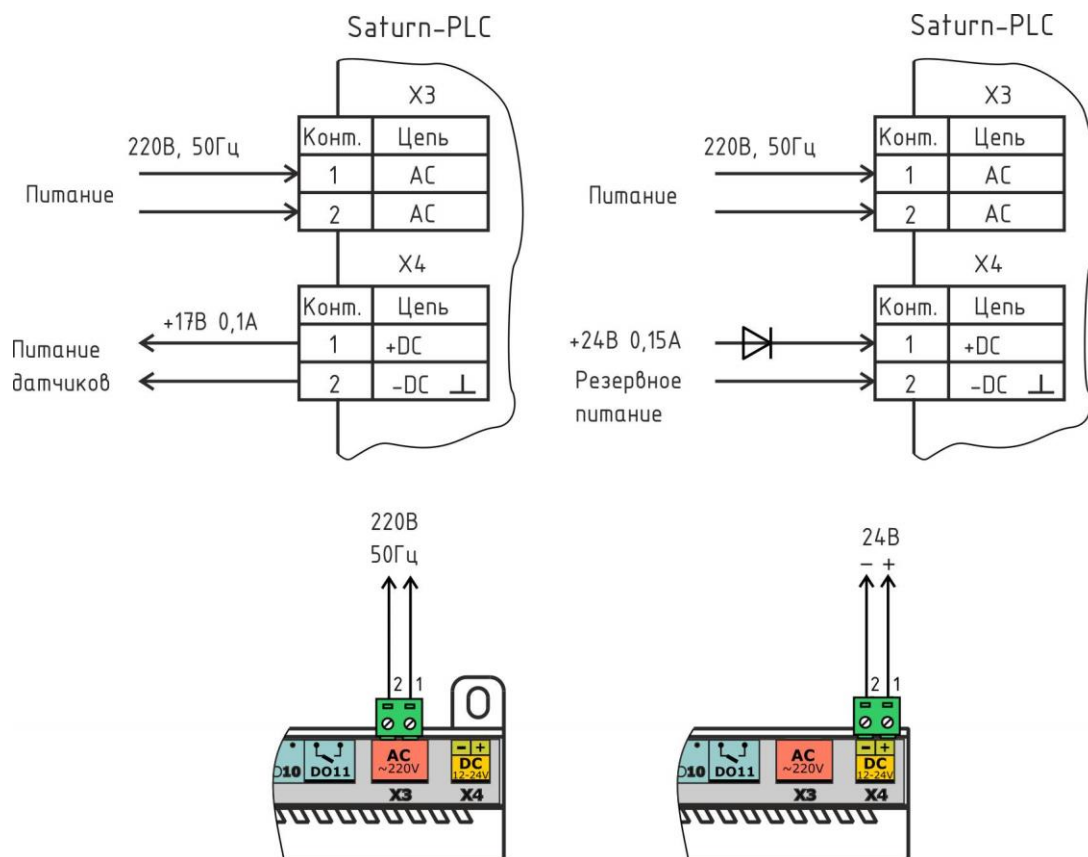

Рисунок 10 – Подключение электропитания
25. Контроллер может быть запитан как от сети 220 В 50 Гц, так и от источника постоянного напряжения +(12 – 24) В. В случае электропитания от сети 220 В разъем X4 можно использовать как выход постоянного нестабилизированного напряжения +17В при токе до 50 мА для питания датчиков давления. Подключить кабель питания 220 В, 50 Гц к разъему X3 (рисунок 10). Рекомендуемый тип провода ПуГВ сечением 0,5 мм².